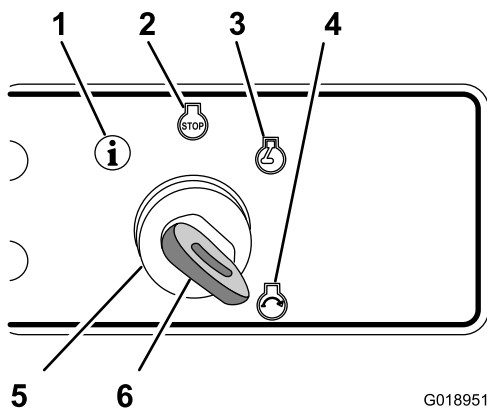

Figura 10
- Para arrancar el motor, gire la llave de contacto a la posición de Motor-arrancar y luego suelte la llave cuando el motor arranque; la llave se desplazará automáticamente a la posición de Motor-marcha (Figura 10).
- Para parar el motor, gire la llave de contacto a la posición de Motor–parar (Figura 10).
- Gire la llave de contacto a la posición de Información para mostrar el contador de horas, el último mensaje de error y la versión de software (Figura 10).